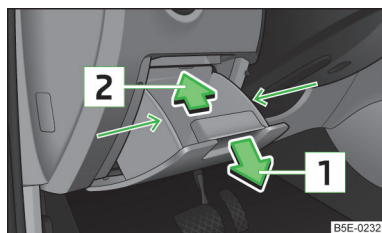

Fig. 215
- Prindeți compartimentul de depozitare lateral, în zona săgeților » fig. 215.